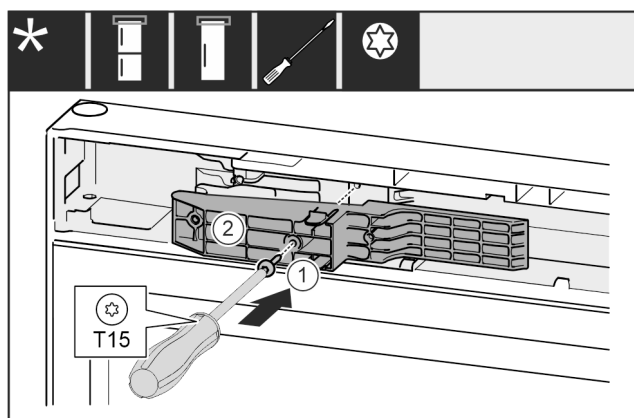

Fig. 54 *
- ▶ 将把手侧的适配件 Fig. 54 (1) 插入凹槽。*
- ▶ 将螺钉 Fig. 54 (2) 用螺丝刀拧紧。*